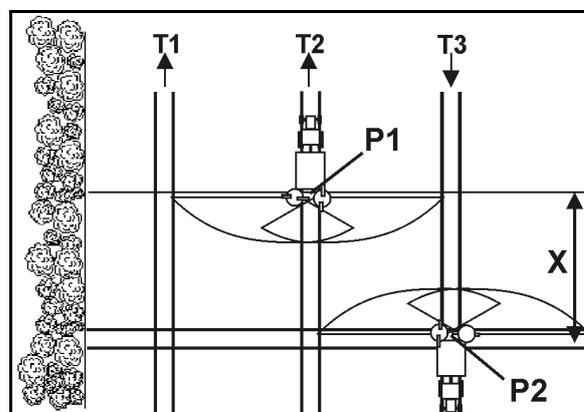

Fig. 71
- Abrir as corrediças de fecho depois de entrar no sulco de marcha no ponto P1 (Fig. 71), caso os discos dispersores estejam afastados a distância X do sulco de marcha da cabeceira do terreno.
- Fechar a corrediça antes de sair do sulco de marcha no ponto P2 (Fig. 71), caso os discos dispersores se encontrem à altura do primeiro sulco de marcha da cabeceira do terreno